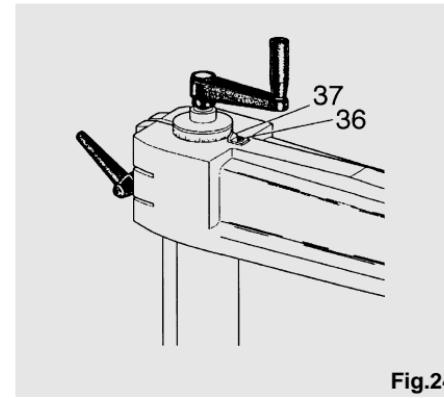

Fig.24
Ist die senkrechte Stellung des Arms zur Anschlagleiste eingestellt worden, muß der Index am Arm (siehe Abb.24) endgültig eingestellt werden. Schraube (36) lösen und Index (37) mit Nullstellung des Nonius zur Deckung bringen.